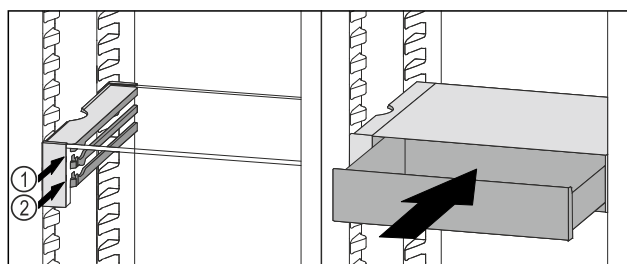

Fig. 162
- Vendosni sirtarin VarioSafe prapa ndaluesve në brinjën që dëshironi Fig. 162 (1) ose Fig. 162 (2).